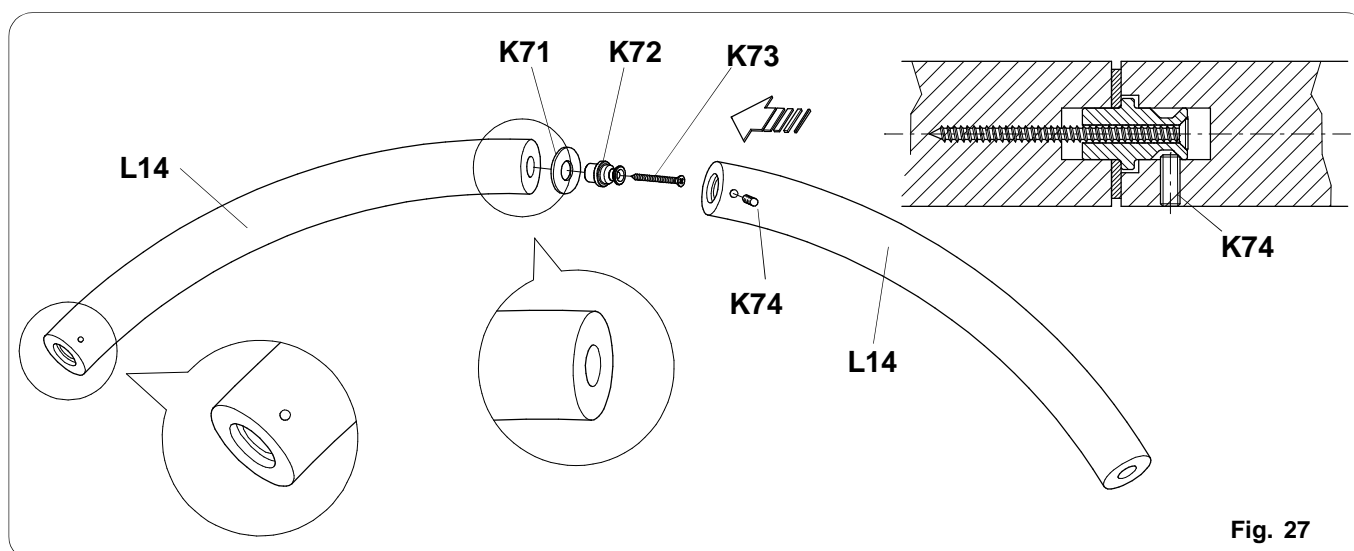

Fig. 27
- Les segments **L14** de la main courante sont tous les mêmes (fig. 27)